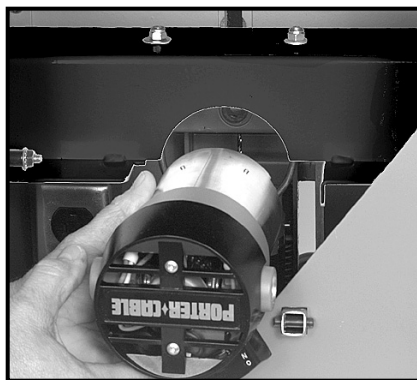

Fig. 13
2. Oriente el motor como está ilustrado en la Fig. 13, y métalo en la abrazadera. Asiente el motor en el soporte de montaje: la parte superior de la caja principal del motor (A) Fig. 14, **tiene que** tocar el soporte de montaje (B) Fig. 14.